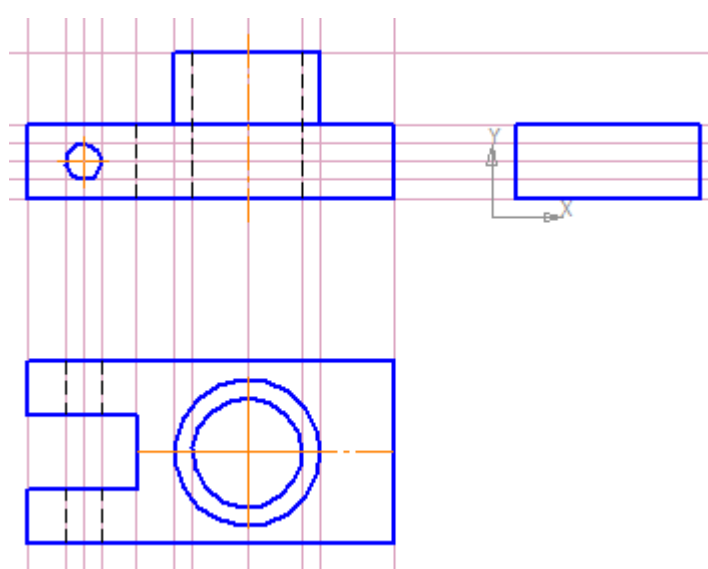

Рис. 9
- с помощью – **Прямоугольника** постройте основание детали на виде слева (высота 20 мм, ширина 50 мм) **Без осей**, расположив с правой стороны от главного вида. Построение начинайте снизу вверх (рис. 9);